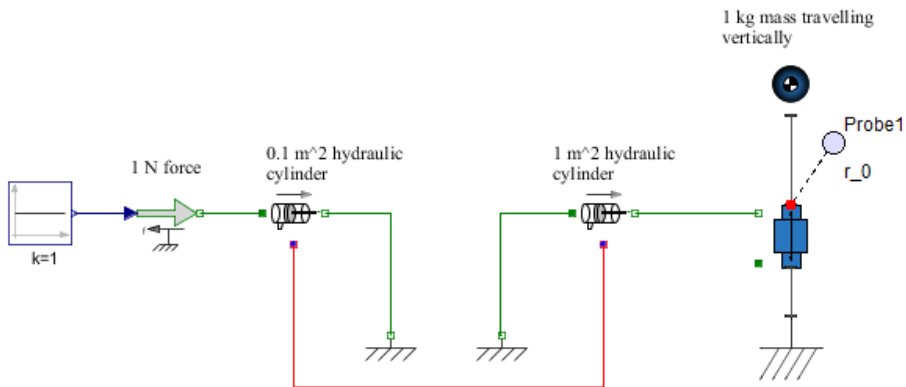

図6.23 パスカルの原理の例
**図6.23 「パスカルの原理の例」** のモデルは、パスカルの原理の簡単な例を示しています。1 N の力 ( $0.1 \text{ m}^2$  の油圧シリンダに作用) は、油圧を  $1 \text{ m}^2$  の油圧シリンダに伝達し、1kg の重さを垂直に持ち上げます。通常は、9.81 N の力は 1kg の力の高さを維持しますが、この簡単な油圧システムでは、10 倍または  $\frac{1 \text{ m}^2}{0.1 \text{ m}^2}$  の係数で荷重 1 N の大きさを増やしています。